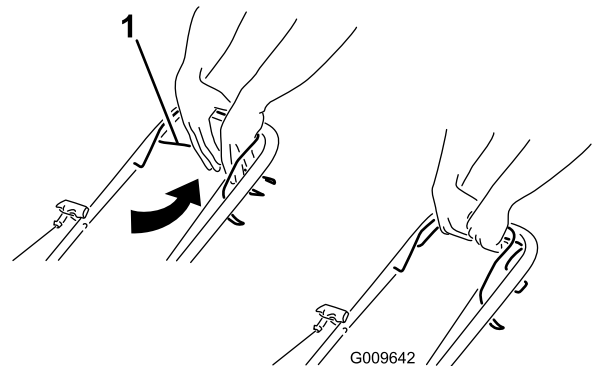

**Figura 12**
3. Tirate l'avviatore autoavvolgente (Figura 12)